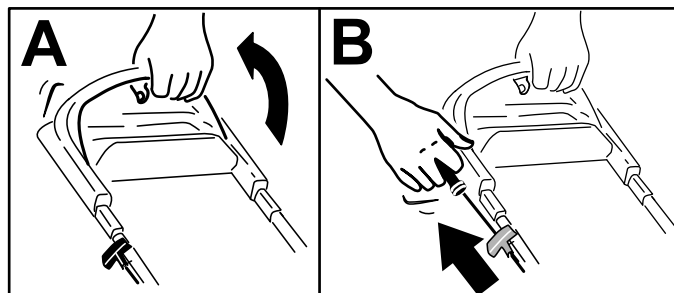

Figure 15
1. Maintenez la barre de commande de la lame contre le guidon (Figure 15).
2. Tirez sur la poignée du lanceur (Figure 15).
Remarque: Tirez la poignée du lanceur lentement jusqu'à ce que vous sentiez une résistance, puis tirez vigoureusement (Figure 15). Laissez le lanceur se rétracter lentement jusqu'à la poignée.